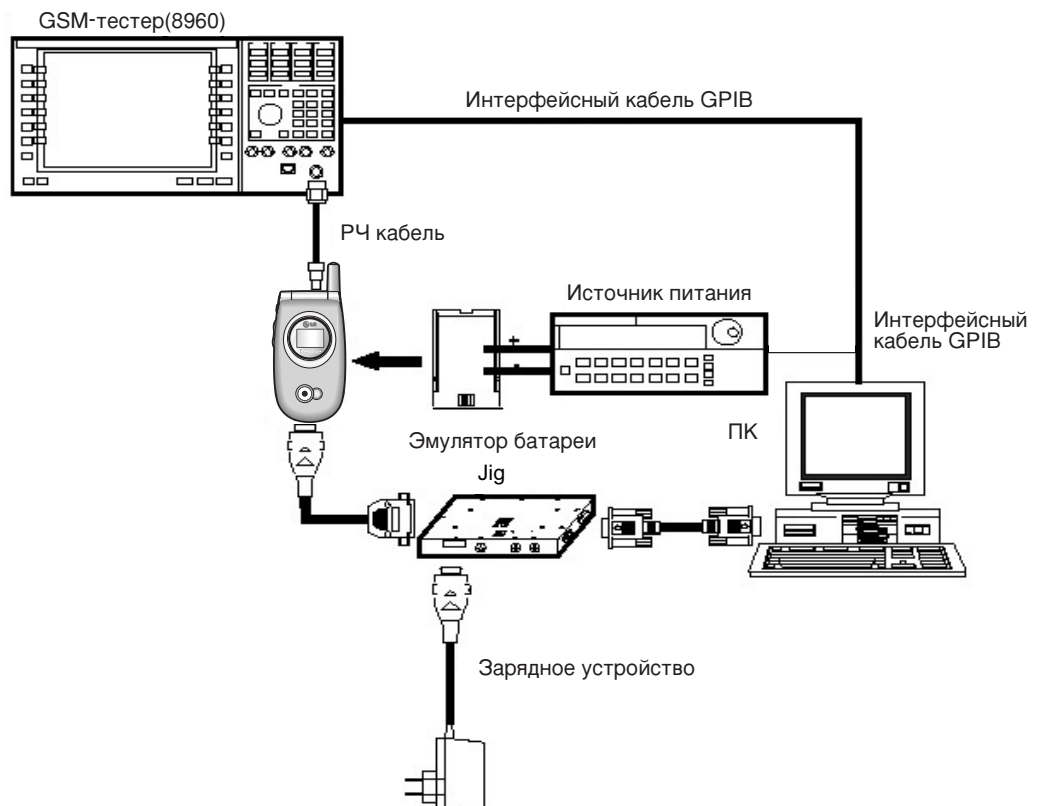

Рис. 6-2 Подключение оборудования
1. Выполнить соединение как указано на Рис. 6-2 (последовательный кабель RS232 соединяет порт COM компьютера с портом MON устройства JIG).